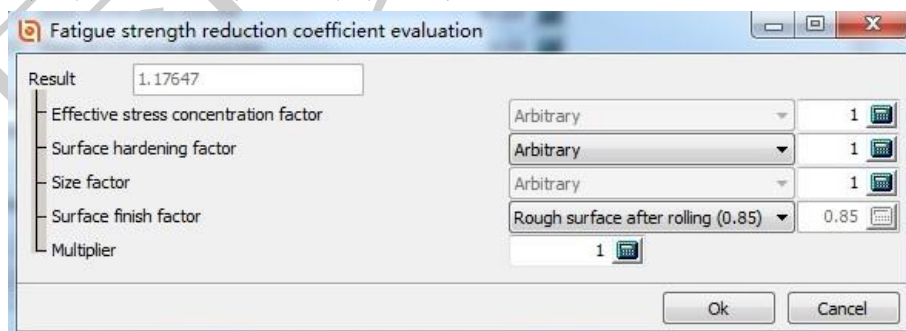

图 2.45
11. 点击**Evaluation**，定义**Total fatigue strength reduction coefficient**，如图 2.45所示，其中**Effective stress concentration factor**为1，表示不考虑应力集中，直接采用局部弹性应力。